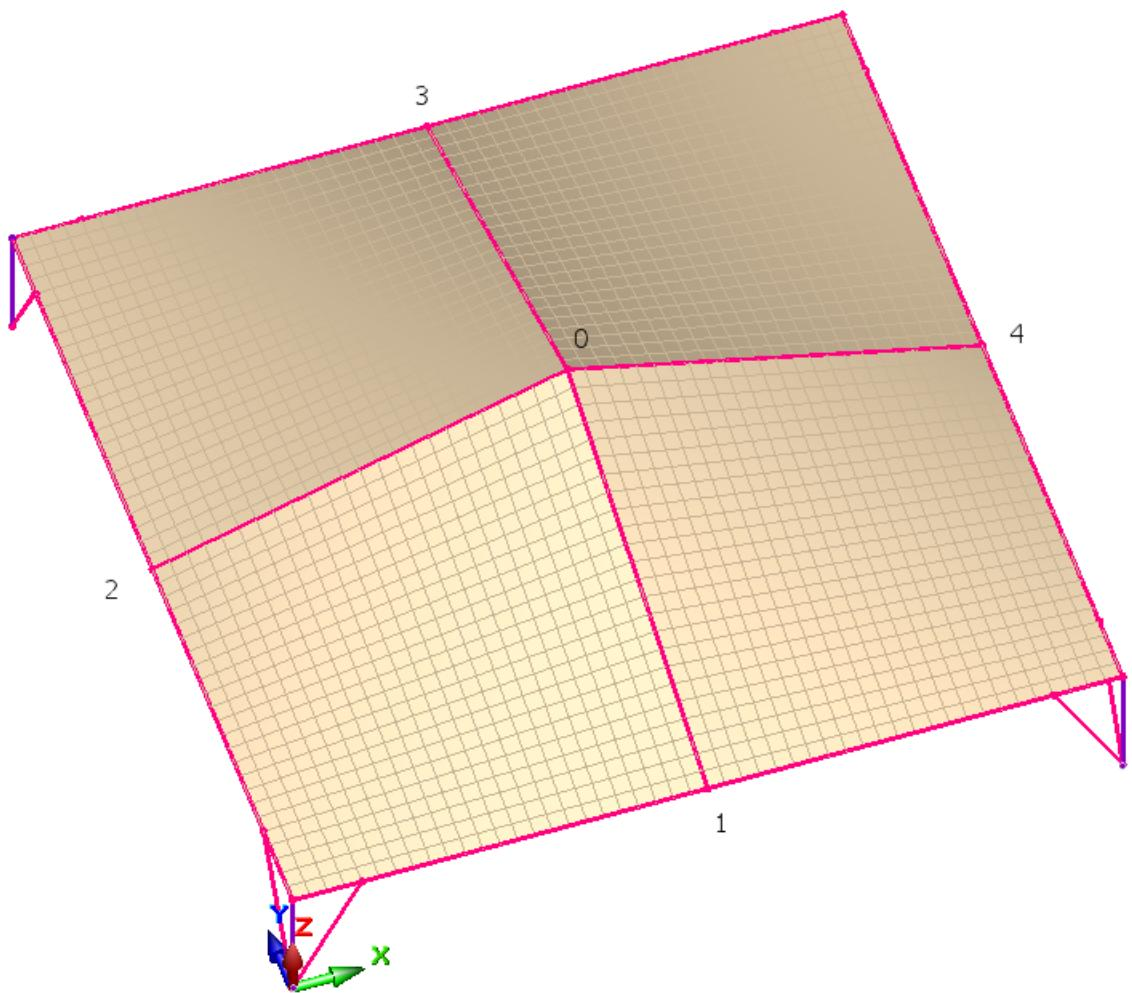

Рис.3.9 Расположение внутренних балок в модели.
- Произведите построение 4-х балок, последовательно указывая левой кнопкой мышки начало и конец для каждой из балок (рис.3.9)